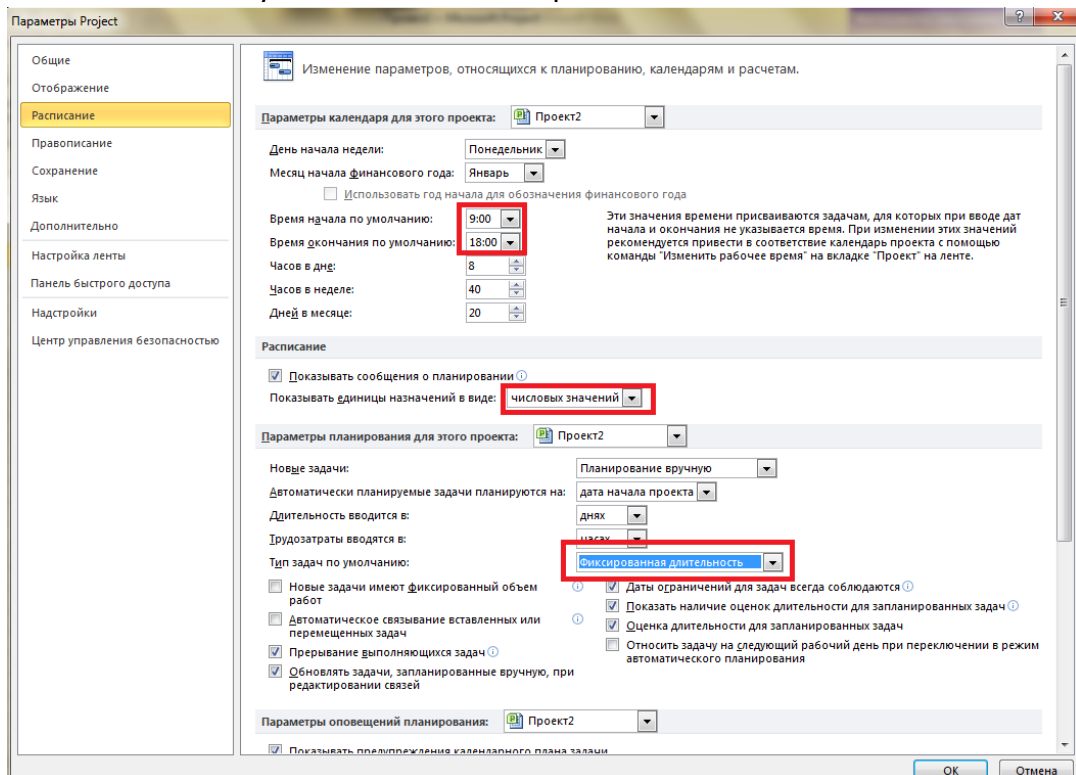

Рисунок 4.2 Настройка закладки «Расписание»
2. Закладка «Расписание», Рисунок 4.2: